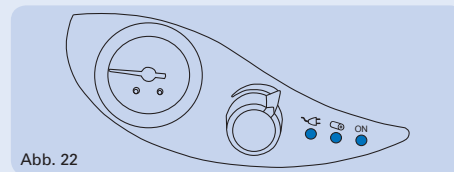

Abb. 22
a) analoger Sekretsauger M20 (siehe Abb. 22)